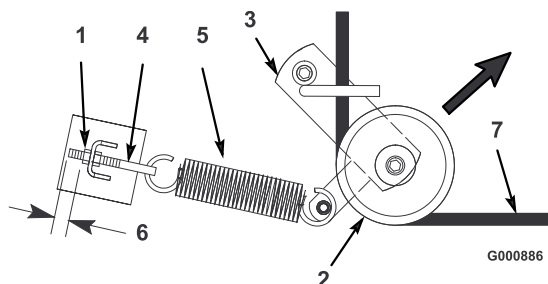
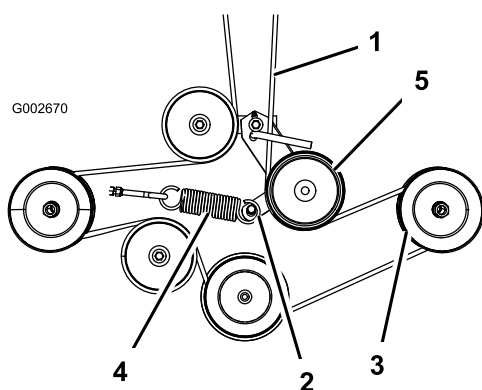

Figure 48
Figure 49
4. Tirez la poulie de tension dans la direction indiquée (Figure 48) et retirez la courroie des poulies.
5. Faites passer la courroie neuve dans le bras de la poulie de tension et autour de celle-ci (Figure 48).
6. Tirez la poulie de tension dans la direction indiquée à la Figure 48 et acheminez la courroie autour des autres poulies (Figure 49).
Remarque: Vérifiez que 3 mm (1/8 pouce) de filetage du boulon à œil est visible (Figure 48).